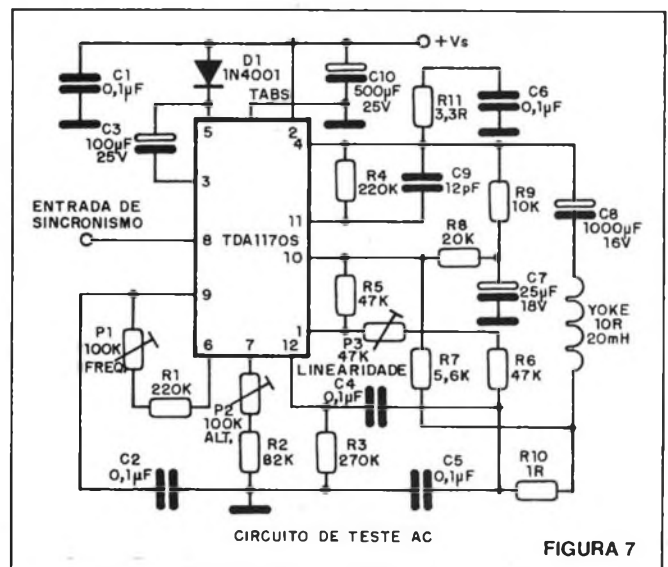

FIGURA 7
- Na figura 7 temos diversos circuitos de teste sugeridos pela SID Microeletrônica.